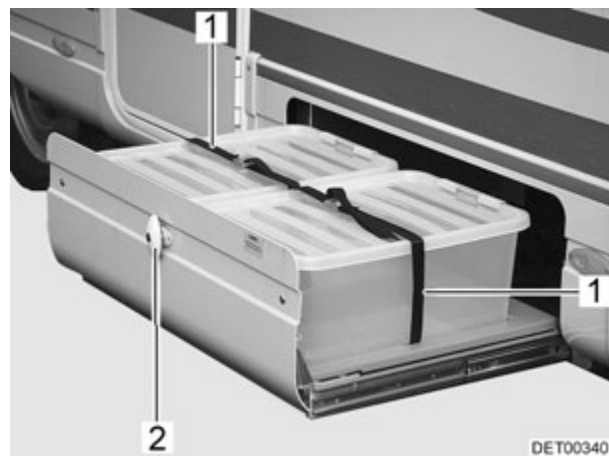

Fig. 31 Dispositivo de extracción para cajas
- Abrir la cerradura de la trampilla (Fig. 31,2) en la forma anteriormente descrita.
- Soltar las correas de sujeción (Fig. 31,1).